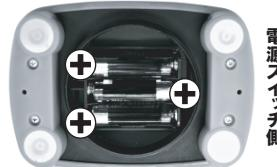

図1
- ①盗難防止フックを取り付けたい側の製品底面(矢印部2ヶ所)のネジを外し、本体足を取り外します。(図1)
- ①製品底面の電池キャップを反時計回りに回して、取り外します。
- ②電池ホルダーへ電池の極性に注意して、電池を差し込みます。(図1)
- ③電池キャップを時計回りに回して締めます。